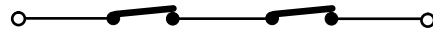

Fig. 12
**NOTA: Si dos o varios dispositivos tienen la misma función (apertura o cierre) deben conectarse en serie entre sí (véase fig.12). Deben utilizarse contactos N.C.**
Para instalar varios dispositivos de STOP conecten los contactos N.C. en serie (véase fig.12).